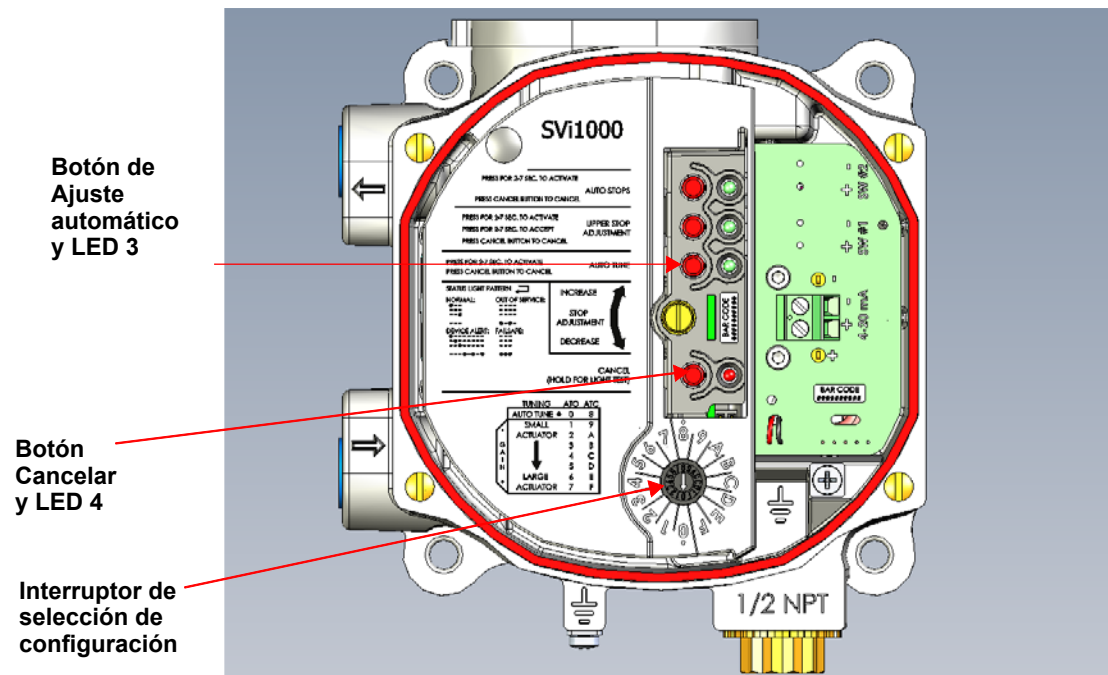

Figura 29 - Interruptor de selección de configuración
1. Configure el *interruptor de selección de configuración* en el parámetro de ajuste automático (Figura 29):